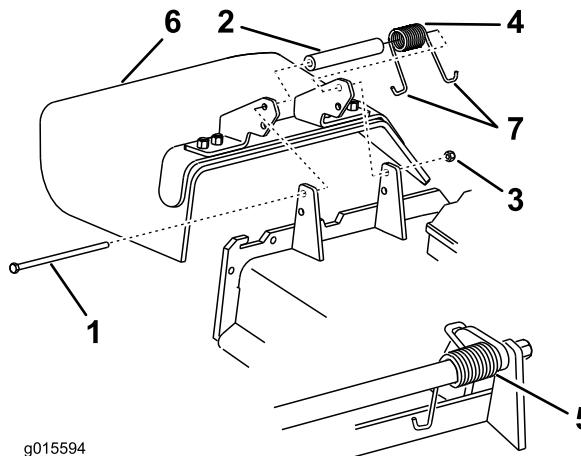

Figure 121
6. Placez une extrémité en J du ressort autour du déflecteur d'herbe (Figure 121).
Remarque: Prenez soin de placer une extrémité en J du ressort derrière le bord du tablier avant de mettre le boulon en place, comme montré à la Figure 121.
1. Retirez le contre-écrou, le boulon, le ressort et l'entretoise qui fixent le déflecteur aux supports de pivot (Figure 121).
2. Enlevez le déflecteur s'il est endommagé ou usé (Figure 121).